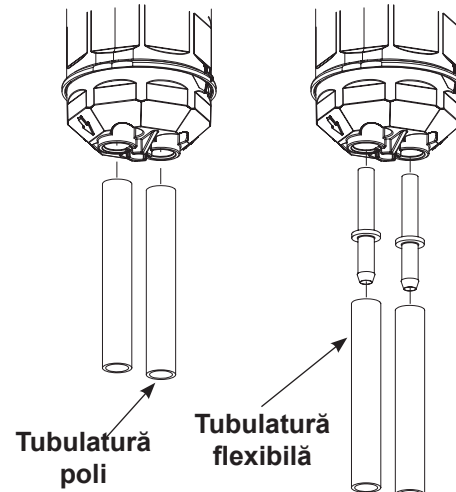

Figura 26 Asamblați tubulatura în blocul inferior Y
6. Vezi figura 26. După asamblarea pompei, strângeți complet șurubul lung pentru a fixa complet împreună toate componentele.